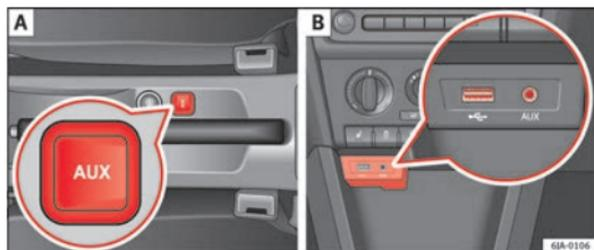

Fig. 40 Entrada AUX-IN / entrada MDI
- sobre la consola central entre los asientos delanteros ⇒ fig. 40 - A;
- encima del portaobjetos en la consola central delantera ⇒ fig. 40 - B;
La entrada MDI se encuentra encima del portaobjetos de la consola central delantera ⇒ fig. 40 - B;